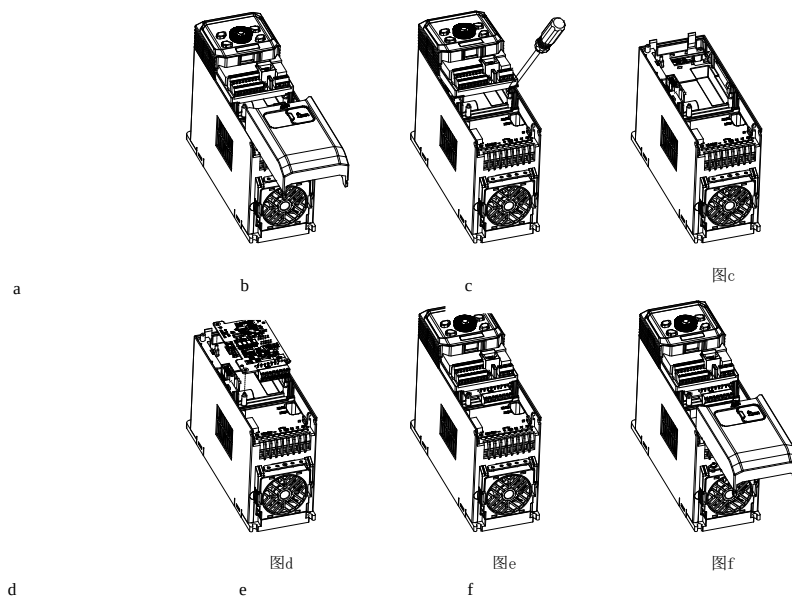

Fig. 2-3 Poziția 1 - pașii de instalare a cardului PG
- (1) Când unitatea este oprită, apăsați partea granulată de pe partea mijlocie-superioară a capacului inferior, glisați-o ferm în jos pentru a scoate capacul, așa cum se arată în Fig. 2-3 a.
- (2) Folosiți o șurubelniță dreaptă pentru a deschide cele două îmbinări prin fixare între cutia de control și unitate, apoi scoateți cutia de control în sus, așa cum se arată în Fig. 2-3 b și c.
- (3) Instalați cardul PG: țineți cardul PG cu blocul de borne în jos, apoi aliniați cele trei găuri rotunde de pe cardul PG cu coloana de locație și apăsați în jos pentru a fixa ferm cardul PG în cele patru îmbinări prin fixare, așa cum se arată în Fig. 2-3 d.
- (4) După ce cardul PG este instalat, aliniați cutia de control cu îmbinările prin fixare și apăsați în jos cutia de comandă pentru ca partea inferioară să fie fermă, apoi glisați capacul inferior pentru a-l bloca pe unitate, așa cum se arată în Fig. 2-3 e și f.